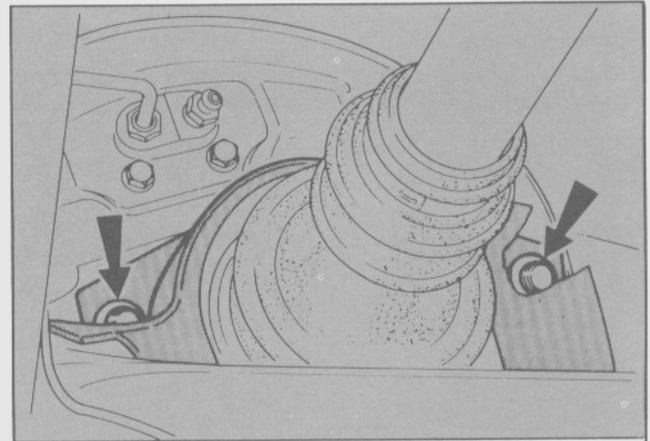

Fig. 25. Fijación de la tapa plástica de la junta de transmisión
- Colocar la tapa plástica de la junta de transmisión sobre los tornillos superiores de la maza de rueda y mantenerla en su posición con los clips plásticos (Fig. 25).